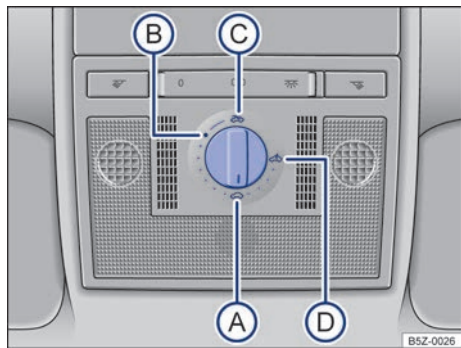

Fig. 31 En el guarnecido del techo: mando giratorio del techo solar.
Gire el mando → fig. 31 hasta la posición deseada para regular las siguientes posiciones del techo solar:
- Gire el interruptor a la posición → fig. 31 Ⓐ y tire hacia abajo en la zona posterior hasta que el techo solar quede completamente cerrado.